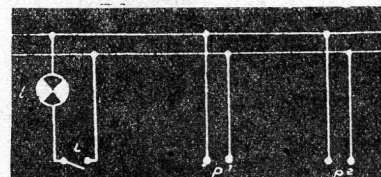

Fig. 2 CIRCUITO PER LAMPADA CON INTERRUITTORE E DUE PRESE DI CORRENTE
Una volta lavorato il legno come mostra la fig. 1 (A) e la fig. 2, sarà effettuato il foro per il passaggio dell'asse del motore, prevedendo il posto per l'appoggio di piccoli cusciotti, possibilmente a sfere.
Il proiettore, costituito dall'involucro di una lampada a pila e dal suo riflettore verrà applicato sulla tavoletta di compensato B3, e sarà ben centrato sulla finestra di questa (fig. 2).